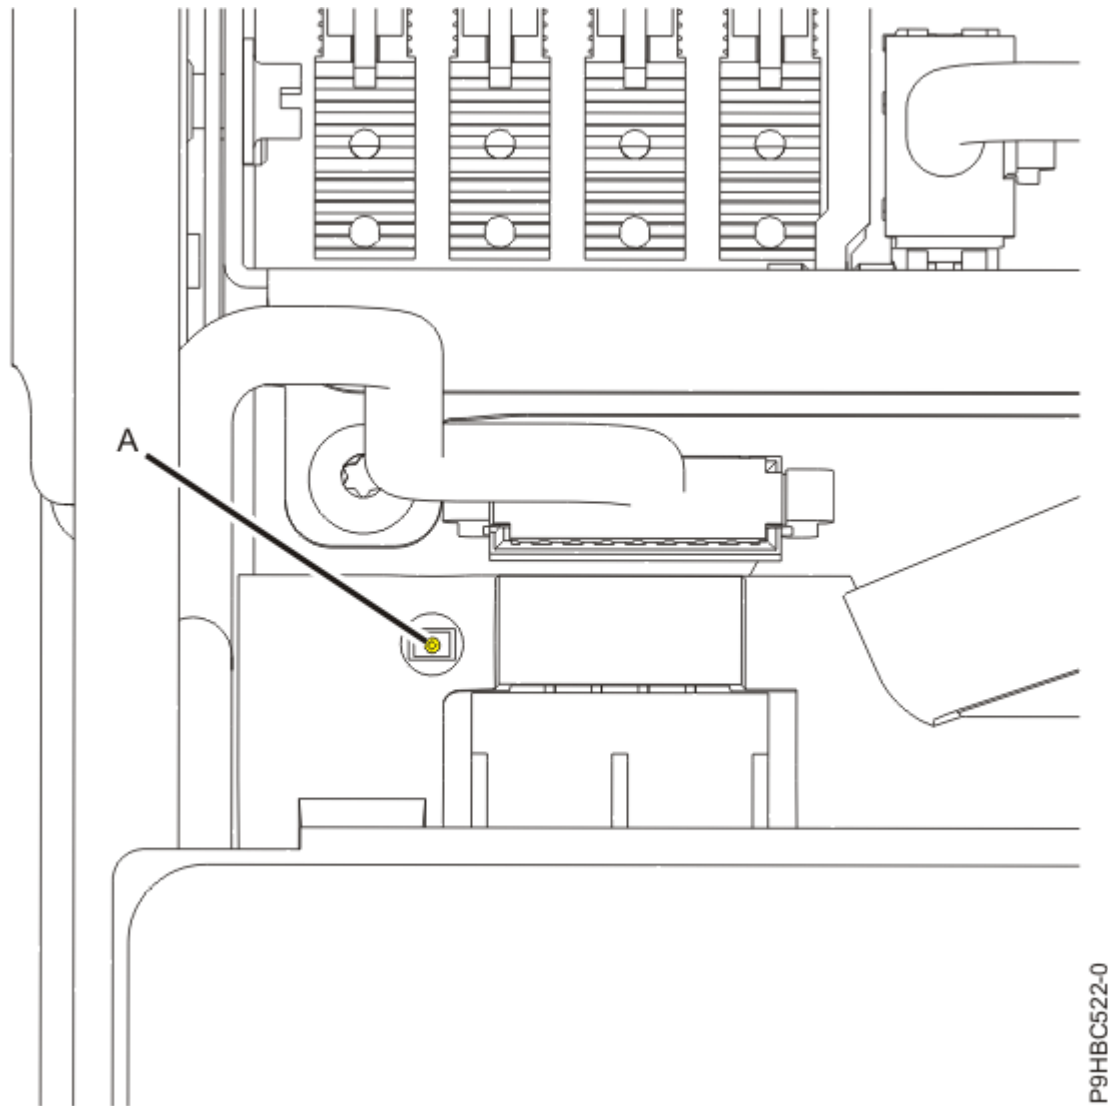

Abbildung 8. Position der LED der Steuerkonsole
10. Suchen Sie die bernsteinfarbene Fehler-LED (**A**), um die fehlerhafte Steuerkonsole zu ermitteln (siehe Abbildung 8 auf Seite 10).